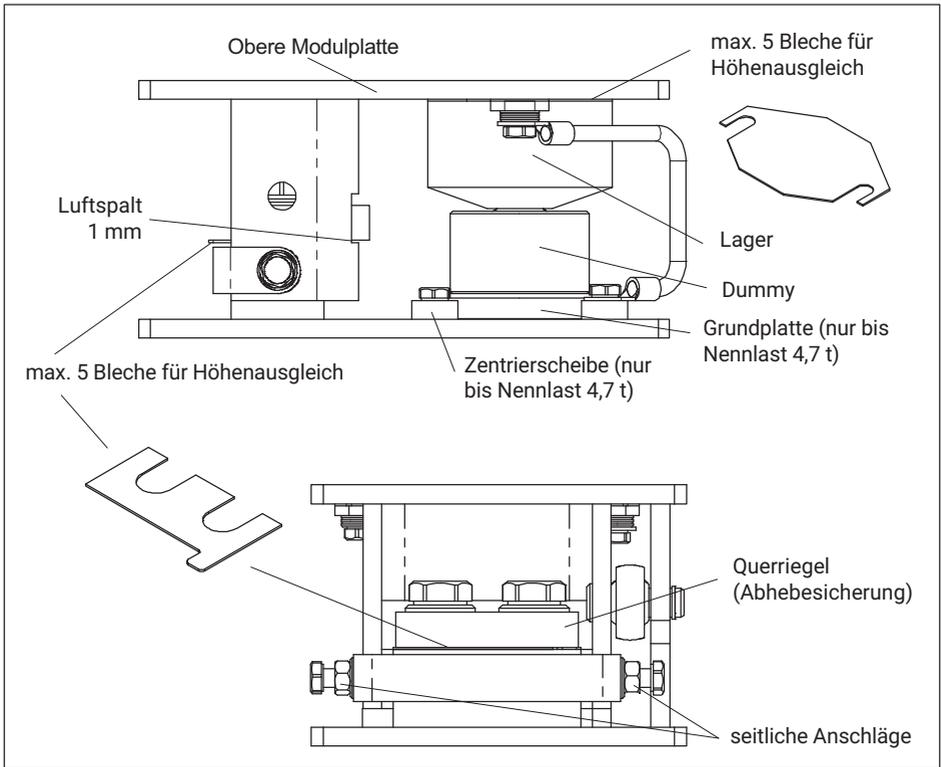

Abb. 4.1 Montage der Ausgleichsbleche bei Ausführung 4,7 t
(siehe Abb. 4.1)
- Montage und Justage der Abhebesicherung durch Unterlegen von Blechen, so dass ein Luftspalt von ca. 1 mm entsteht (vgl. Abb. 4.1) bei leerem Behälter.